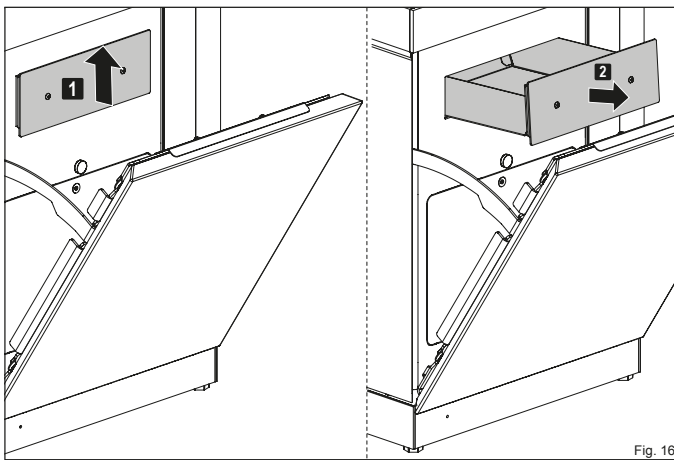

Fig. 16
- ▶ Tirez le bac à cendres hors de l'ouverture par le capot (Fig. 16). Videz les cendres dans un récipient résistant au feu.
- Tirez le bac à cendres hors de l'ouverture par le capot (Fig. 16). Videz les cendres dans un récipient résistant au feu ou passez l'aspirateur.
- Faites glisser le bac à cendres dans l'ouverture (Fig. 16).